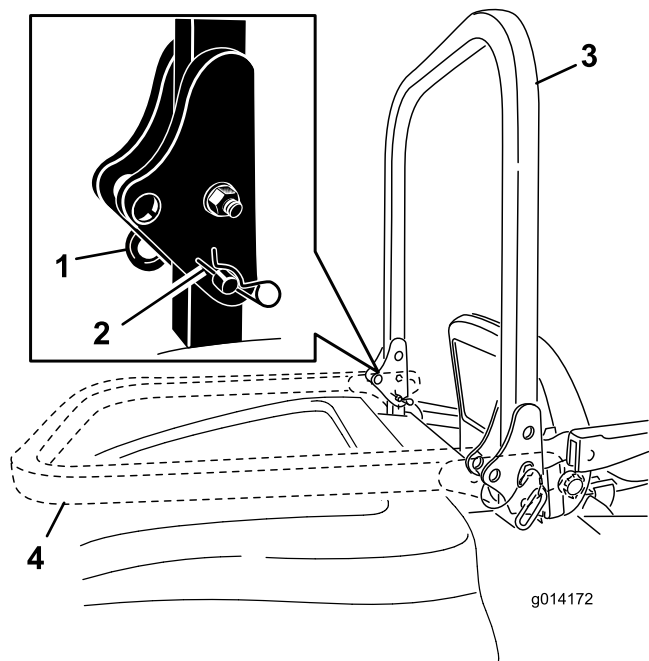

Figura 14
1. Para bajar la barra anti-vuelco, retire las chavetas, empuje la barra hacia adelante contra los muelles, y retire los 2 pasadores (Figura 14).
- Baje la barra anti-vuelco (Figura 14).
- Instale los dos pasadores y sujételos con las chavetas (Figura 14).
- Para elevar la barra anti-vuelco, retire las chavetas y retire los dos pasadores (Figura 14).
- Eleve la barra anti-vuelco a la posición vertical, instale los dos pasadores y sujételos con las chavetas (Figura 14).